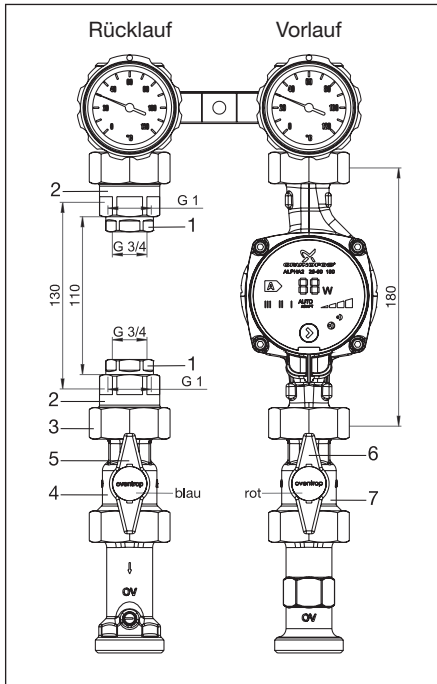

Abb. 5.1 Wärmemengenzähler Einbau – Set für „Regumat S-180“ DN 25 mit Pumpenkugelhahn (2015)
- Reduzierstücke G $\frac{3}{4}$ x G 1 mit G $\frac{1}{4}$ IG (1) und beiliegenden Dichtungen am Wärmemengenzähler verschrauben.
- Reduzierstücke G 1 x G 1 $\frac{1}{2}$ mit G 1 IG (2) an bereits aufgeschraubte Reduzierstücke (1) und beiliegenden Dichtungen verschrauben.
- Vorhandenen Kugelhahn (4) aus dem Vorlauf im Rücklauf einbauen.
- Wärmemengenzähler im Rücklauf mit beiliegenden Dichtungen und Überwurfmutter (3) verschrauben.
- Kugelhahn mit Temperaturfühleranschluss (7) im Vorlauf einbauen (Achtung: Je nach Ausführung der Temperaturfühler kann die Position des Kugelhahns variabel gewählt werden (s. Abb. 5.1 und 5.2). Die Griffe (5, 6) mit blauen und roten Stopfen umtauschen.
Der Einbau eines Wärmemengenzählers mit Baulänge 130 mm ist identisch mit dem Einbau 110 mm, jedoch werden die Reduzierstücke G $\frac{3}{4}$ x G 1 (1) und die entsprechenden Dichtungen (s. Abb. 5.1 und 5.2) nicht benötigt.